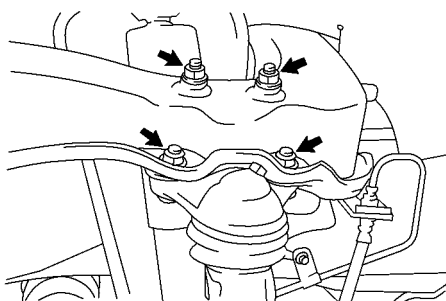

图 14-93 从上悬架臂脱开上球窝节
(1) 拆下扭杆弹簧。
(2) 从上悬架臂脱开上球窝节。用千斤顶支撑住下悬架臂，旋下螺母和螺栓，从上悬架臂脱开上球窝节，如图 14-93 所示。